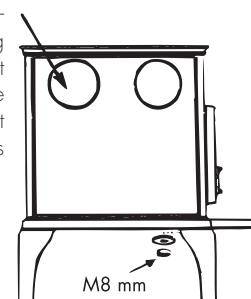

Fig. 2. Montering av ben
2. Legg ovnen forsiktig på rygg eller siden og monter bema, disse skal flukte med ytterkant på bunnplaten. Mutrene og skivene for fest av bema er skrud på pinneskruene under bunn ovn (se fig. 2).